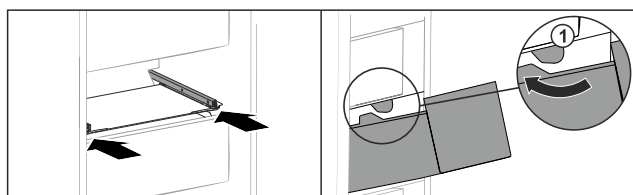

Fig. 154
- ▶ Lade rond de stoppers Fig. 154 (1) leiden.